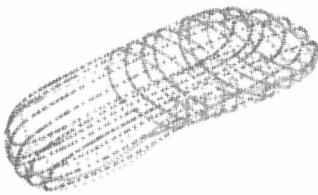

图 1-4 点云数据
(1) 确定设计的整体思路, 对自己手中的设计产品模型进行系统的分析。面对大批量、无序的点云数据, 初次接触的设计人员会感觉到无从下手, 如图 1-4 所示。这时应该周全地考虑好先做什么、后做什么、用什么方法做, 主要是将模型划分为几个特征区域, 得到设计的整体思路, 并找到设计的难点, 要做到心中有数。